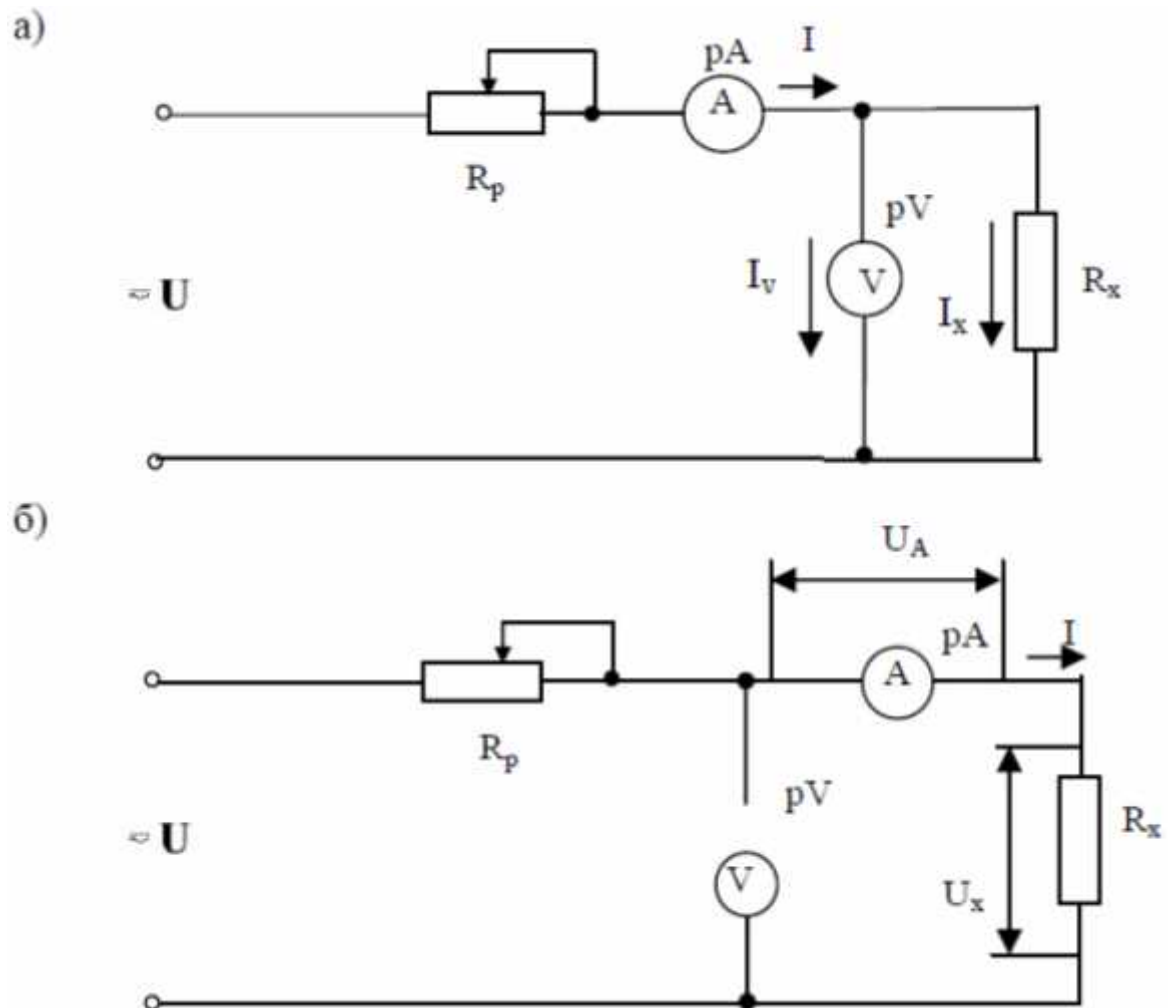

Рис. 3.2. Схемы для измерения сопротивлений амперметром и вольтметром:
Метод применяется для измерения малых и средних сопротивлений. Точность измерения при этом методе определяется точностью используемых приборов. Измерение сопротивлений по методу амперметра и вольтметра возможно по одной из двух схем включения приборов (рис. 3.2).
В схеме рис. 3.2, а вольтметр измеряет падение напряжения на резисторе R_x , а амперметр – ток I , равный сумме токов, проходящих по резистору и по обмотке вольтметра.
В схеме рис. 3.2, б амперметр измеряет ток I проходящий по резистору R_x , а вольтметр измеряет падение напряжения равное сумме падений напряжений на измеряемом резисторе и на амперметре
Таким образом, при измерении методом амперметра и вольтметра появляется погрешность, величина которой зависит как от величины измеряемого сопротивления R_X , так и от сопротивлений приборов R_A и R_U . Поэтому для получения наименьшей относительной погрешности при выборе схемы измерения следует руководствоваться следующими соображениями. Если измеряемое сопротивление $R_X \leq 2 \text{ Ом}$, то применяется схема рис. 3.2, а, т. к. при этом можно пренебречь током, проходящим в вольтметре. Если же измеряемое сопротивление $R_X > 2 \text{ Ом}$, то применяется схема рис. 3.2, б, так как при этом можно пренебречь падением напряжения на обмотке амперметра.
- выбрать схему измерения (см. рис. 3.2);